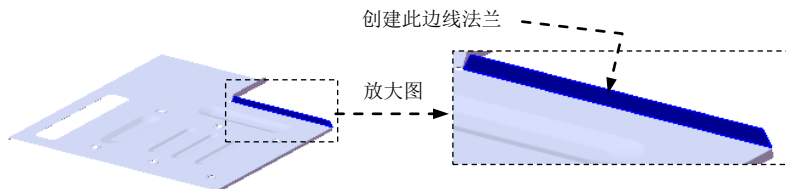

图 17.10.89 创建边线—法兰 4
Step26. 创建图 17.10.89 所示的边线—法兰 4。